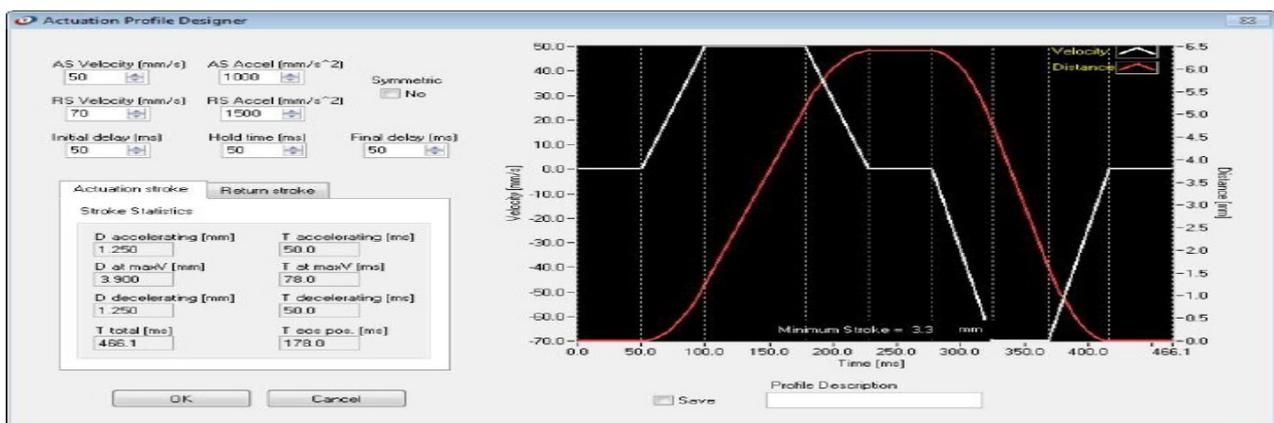

Figura 27. A caixa de diálogo *Actuation Profile Designer*. Gráfico velocidade versus distância.
- Veja que conforme Figura 27, que a caixa de diálogo permite que se projete um novo perfil na opção modo de caracterização manual *Using Manual Characterization Mode*. O gráfico Velocidade/ Distância vs. Tempo e Curso Mínimo serão atualizados automaticamente à medida que os controles são ajustados porque o comprimento do curso é pré-determinado. Se o Curso Mínimo for maior que o Comprimento do Curso inserido, o botão *OK* será desabilitado e o usuário então: Define um comprimento de curso menor ou, define um perfil que exija um comprimento mínimo de curso menor, diminuindo a velocidade e/ou aumente os níveis de aceleração.